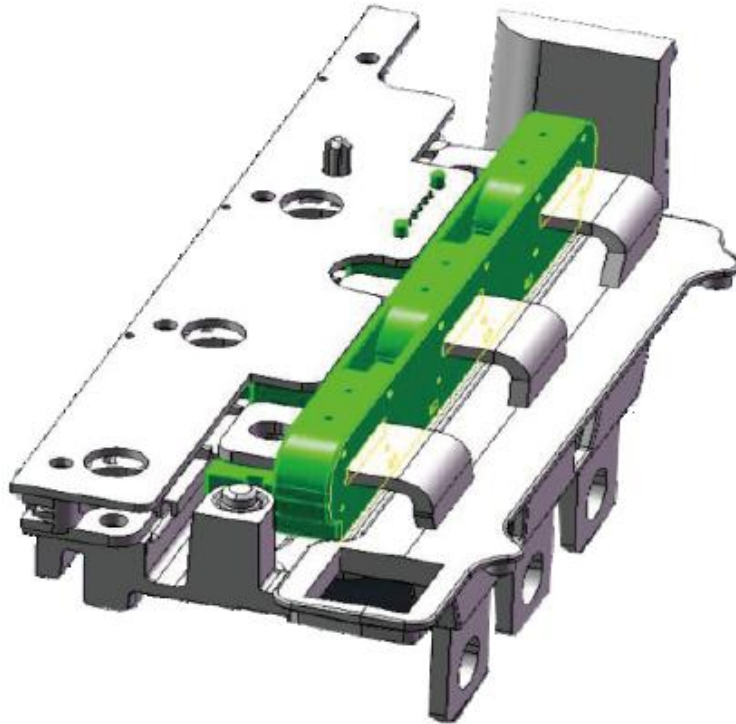

Abbildung 6 Schematische Darstellung der Sensormontagekonstruktion
1. Primärstrom: Der Primärstrom wird auf der Treiberplatine installiert, indem er durch die Löcher 1, 2 und 3 in der Richtung der auf dem Gehäuse markierten Pfeile eingeführt wird. Siehe Abb. 6 für Details zur Installation.
Der Anschluss des Sensors dieses Modells wird über den Stiftanschluss der Autoöse mit einem Abstand von 2,54 mm und $\Phi 0,64$ mm an die Treiberplatine des Systems angeschlossen. Der zu messende Strom wird durch die Löcher des Sensors geführt und durch die Schraublöcher an der Oberseite des Sensorgehäuses am Benutzersystem befestigt, wie in Abb. 6 in grün dargestellt. Der grüne Teil ist der dreiphasige Hall-Stromsensor CYHCS-B31S.